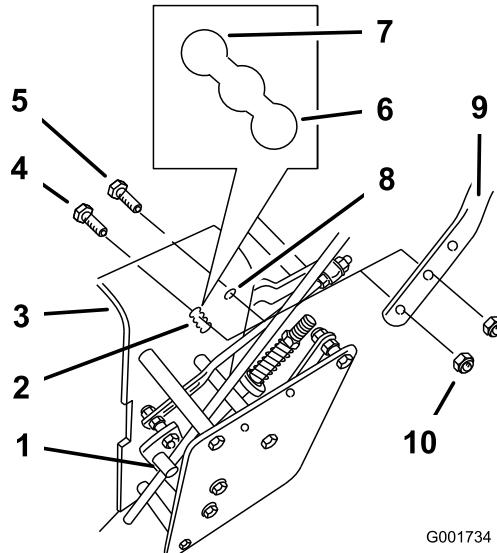

Figure 19
| 3. Desserrez les boulons à embase supérieurs ((3/8 x 1-1/4 pouces)) et l'écrou à embase de fixation du guidon au bâti arrière (Figure 19) | |
- Retirez les boulons à embase inférieurs ((3/8 x 1 pouce)) et les écrous à embase de fixation du guidon au bâti arrière (Figure 19)